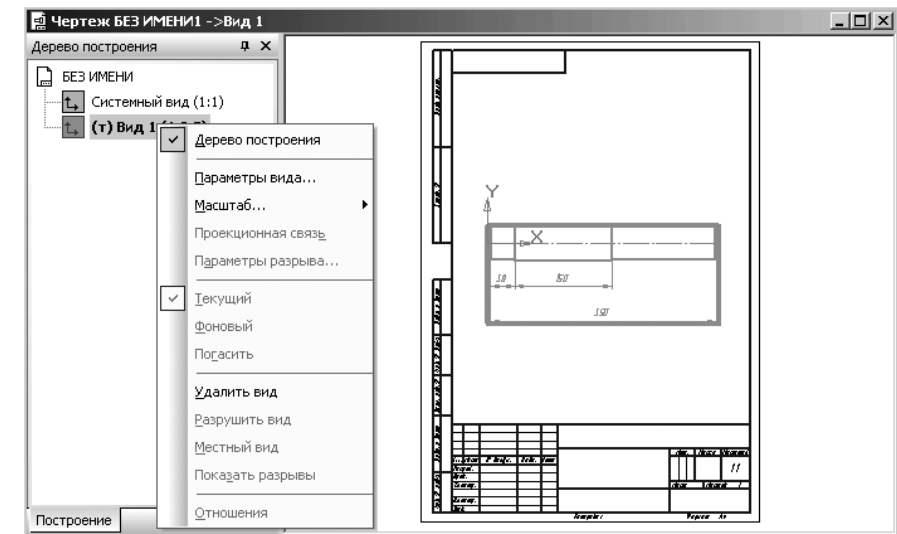

Рис. 4.126. Результаты вызова в **Дерево построения** контекстного меню пункта **(т) Вид 1 (1:2.5)**
- щелкните правой кнопкой мыши в **Дерево построения** по пункту **(т) Вид 1 (1:2.5)**. Этот пункт дерева и **Вид 1** на форматке выделяется зеленым цветом в зеленой рамке. Одновременно появится контекстное меню (рис. 4.126);